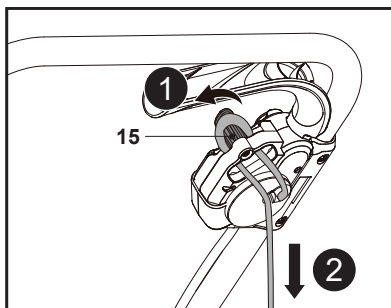

Fig. 10
1. Faire une boucle avec le cordon d'alimentation et accrocher la boucle sur le dispositif de protection du cordon (15) (Fig. 10, étape 1).
2. Tirer doucement sur le cordon d'alimentation pour vérifier qu'il est bien fixé (Fig. 10, étape 2).